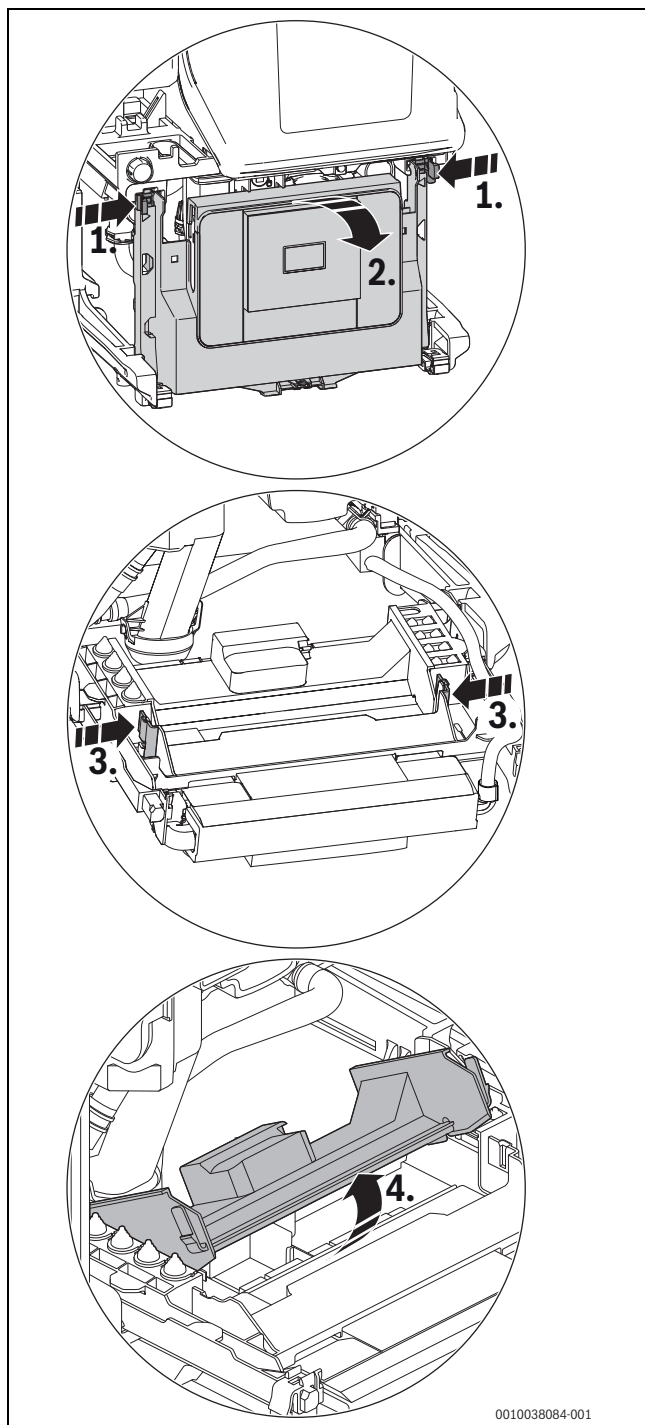

Bild 94 Abdeckung öffnen
- Steuergerät herunterklappen (→ Bild 94, Seite 53).